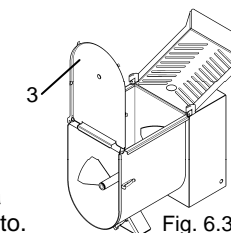

Fig. 6.3.3
- Alzare il frontale anteriore "3" Fig. 6.3.3